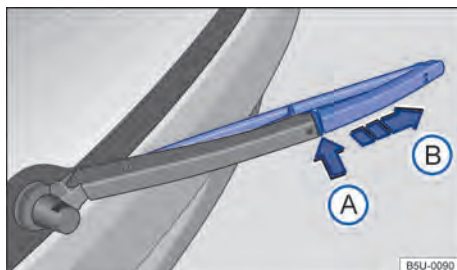

Fig. 167 Substituir a palheta do limpador do vidro traseiro.
- Manter o botão de destravamento → Fig. 167 ① pressionado.
- Retirar a palheta do limpador do vidro traseiro no sentido da seta ②.